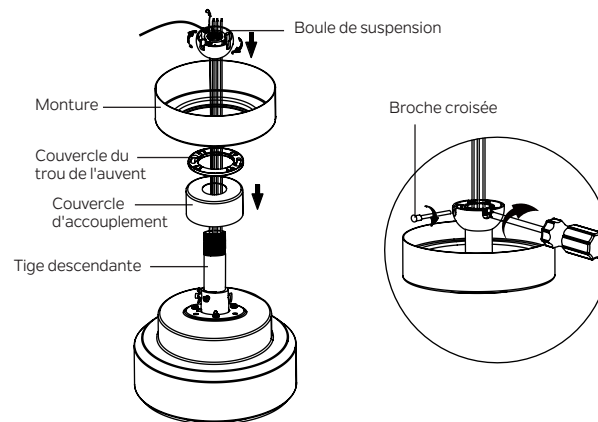

Fig. 9
Étape 5. Glissez le couvercle du couplage, le couvercle de l'orifice de l'auvent et le couvercle sur la tige descendante. Réinstallez soigneusement la boule de suspension sur la tige de suspension. Assurez-vous que la broche croisée est dans la bonne position et que la vis de réglage est serrée et que les fils ne sont pas tordus. (Fig. 9)